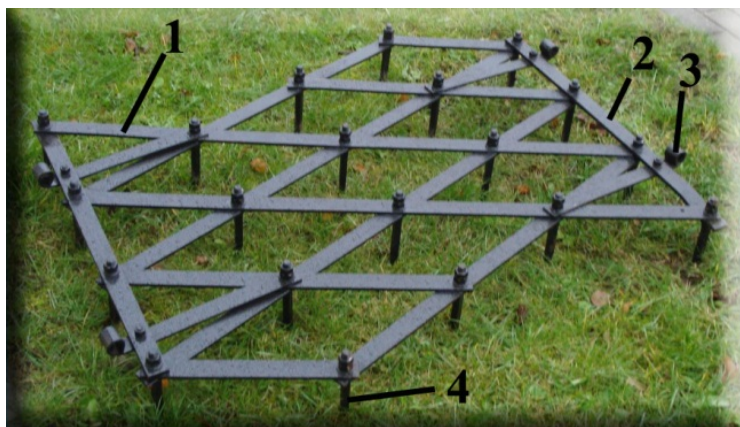

Рисунок 1 – Общий вид бороны зубовой тяжёлой БЗТ-1,0
2.1 Бороны зубовые (см. рис. 1 и 2) состоят из планок 1, расположенных друг к другу под углом. В передней и задней частях все планки связаны с поперечными полосами 2 и зацепами 3 для соединения бороны со сцепкой 5. В местах пересечения планок установлены зубья 4 из стали не ниже 35, рабочий конец зуба закален. Зубья расположены так, что каждый из них образует на поверхности почвы отдельную бороздку с расстоянием 50 мм между ними.